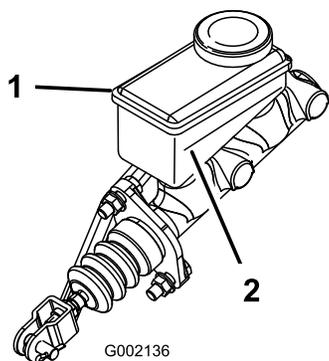

Рисунок 17
3. Проверьте уровень жидкости в боковой части бачка (Рисунок 17).
- B. Доливайте тормозную жидкость DOT 3 в бачок, пока ее уровень не будет выше отметки «Минимум» (Рисунок 17).